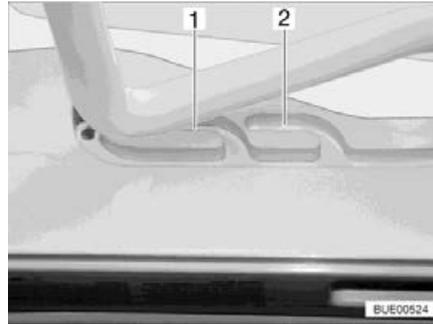
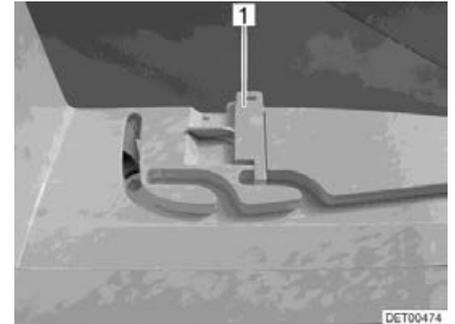

Bild 122 Führung (Lüftungsstellung)
Bild 123 Verriegelung (Lüftungsstellung)
Die Heki-Dachhaube kann in zwei Lüftungsstellungen gebracht werden: Schlechtwetterstellung (Bild 122,1) und Mittelstellung (Bild 122,2). Je nach Modell kann die Dachhaube in der Mittelstellung mit den beiden Riegeln (Bild 123,1) links und rechts am Rahmen der Dachhaube verriegelt werden.
- Den Bügel leicht nach oben drücken und in die gewählte Führung (Bild 122,1 oder 2) schieben und ggf. verriegeln.